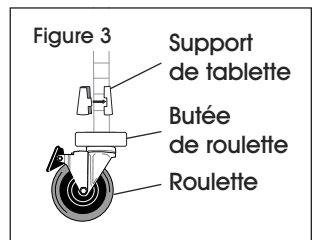

Figure 3
3. Enclenchez les pièces emboîtables d'un support de tablette (extrémité la plus large vers le bas) autour du montant, au niveau de la rainure la plus basse à l'endroit où la tablette doit être installée. Faites glisser le support vers le haut ou vers le bas jusqu'à ce qu'il s'enclenche dans la rainure. Ajoutez un support de tablette au même emplacement sur les autres montants. (Voir Figure 3)